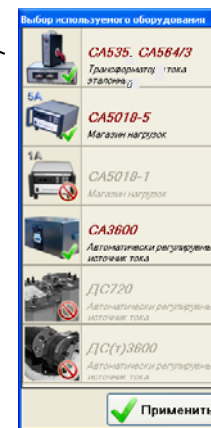

Рисунок 2.20
2) Отметить устройства, которые входят в измерительную схему¹, для чего щелкнуть по кнопке "Выбор используемого оборудования" , на экране появится окно (рисунок 2.20), в появившемся окне щелкнуть по пиктограммам с изображением оборудования, а затем по кнопке .